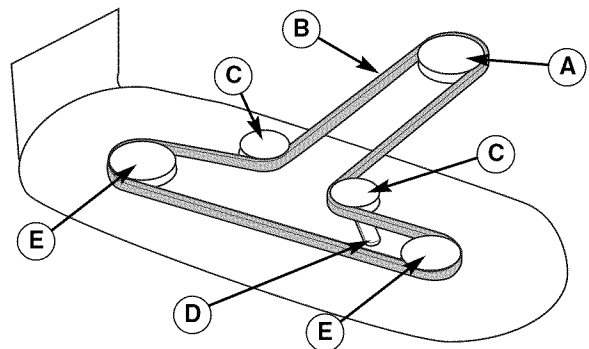
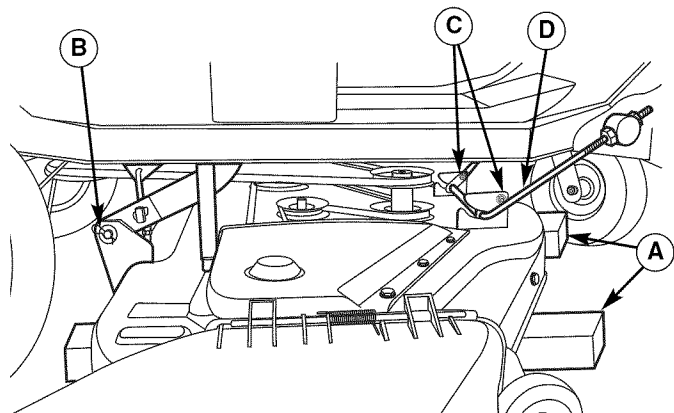

Figura 13. Disposición de la banda de sesgadora
Figura 14. Componentes del enganche de la sesgadora
3. Use la palanca de desembrague de la correa en la sesgadora (D, Figura 13) para liberar la tensión de la correa (B). Quite la correa de la sesgadora de la polea del motor (A).
6. Coloque bloques de madera de 4x4 (A, Figura 14) debajo del borde frontal y trasero de la cubierta de la sesgadora para apoyarla fijamente.
9. Retire la horquilla (B) que sujeta el brazo de elevación trasero de la sesgadora. Separe el brazo de elevación de la cubierta de la sesgadora. Repita los pasos anteriores en ambos lados de la sesgadora.
10. Quite el tornillo de cabeza redonda y la tuerca con resalto de 3/8-16 x 3/4 (C) que sujetan el retenedor de la varilla. Quite el retenedor y la varilla (D).
1. Deslice la cubierta de la sesgadora abajo del lado derecho del montable. Deslice la sesgadora hacia adelante y acople la varilla frontal (D, Figura 14) a los ganchos delanteros de la cubierta de la sesgadora.
2. Instale el soporte del retenedor de la varilla y fije los dos tornillos de cabeza redonda y las tuercas con resalto de 3/8-16 x 3/4 (C).
3. Deslice la sesgadora hacia atrás y conecte los brazos de elevación traseros a la cubierta de la sesgadora. Sujételos con las horquillas (B).
5. Use el ajuste de altura de corte de la sesgadora para elevar la sesgadora hasta que ya no descansa sobre los bloques de madera de 4x4 (A).
7. Use la palanca de desembrague de la correa de la sesgadora para liberar la tensión de la correa (D) e instale la correa como se muestra en la Figura 13.